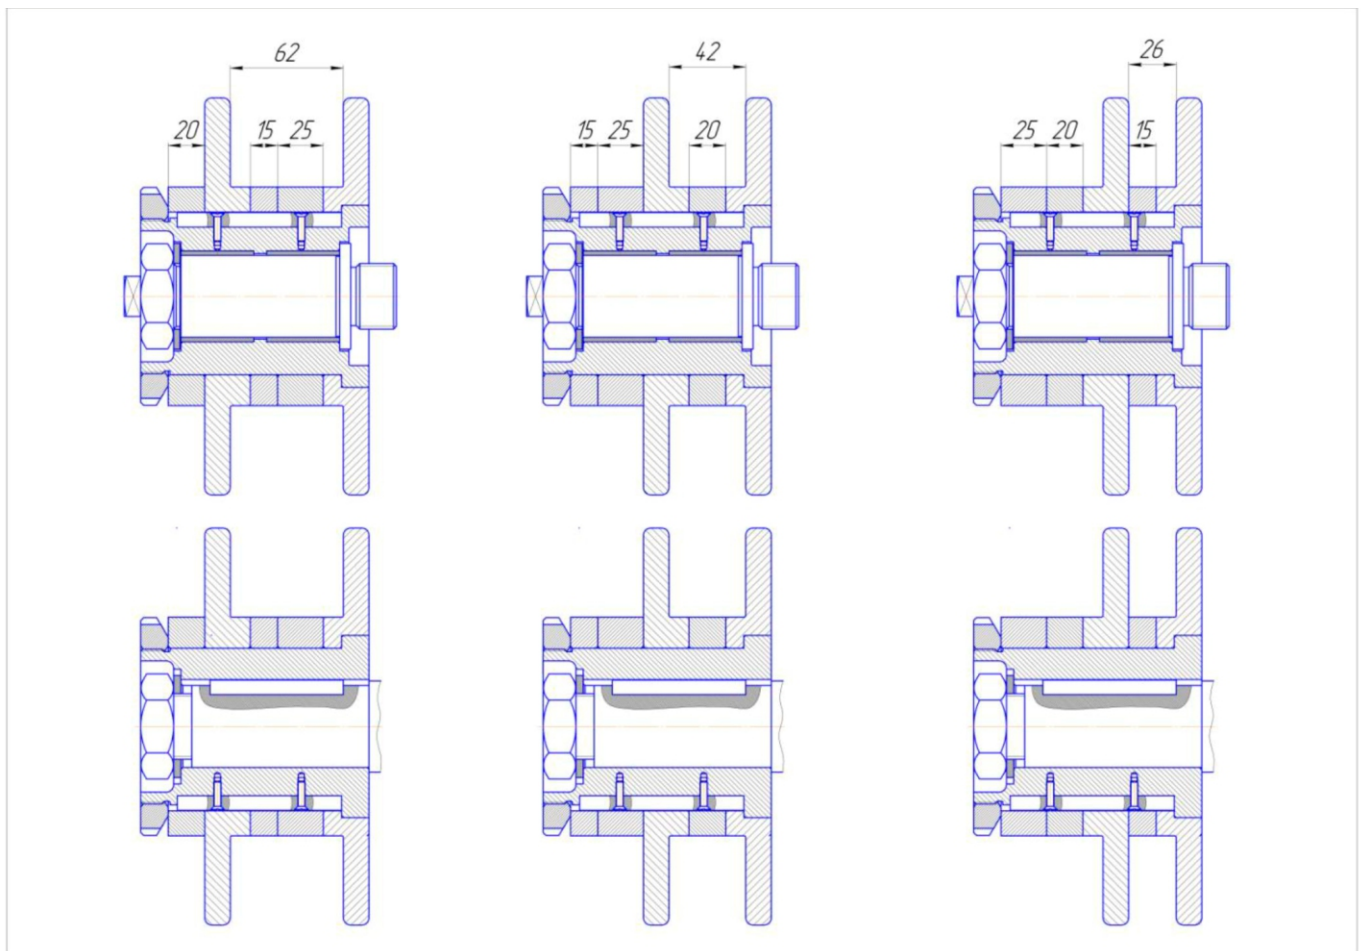

Рис. 3
6.1.1. Собрать рабочие валки в соответствии с размером заготовки. Некоторые варианты сборки валков показаны на рис. 3.